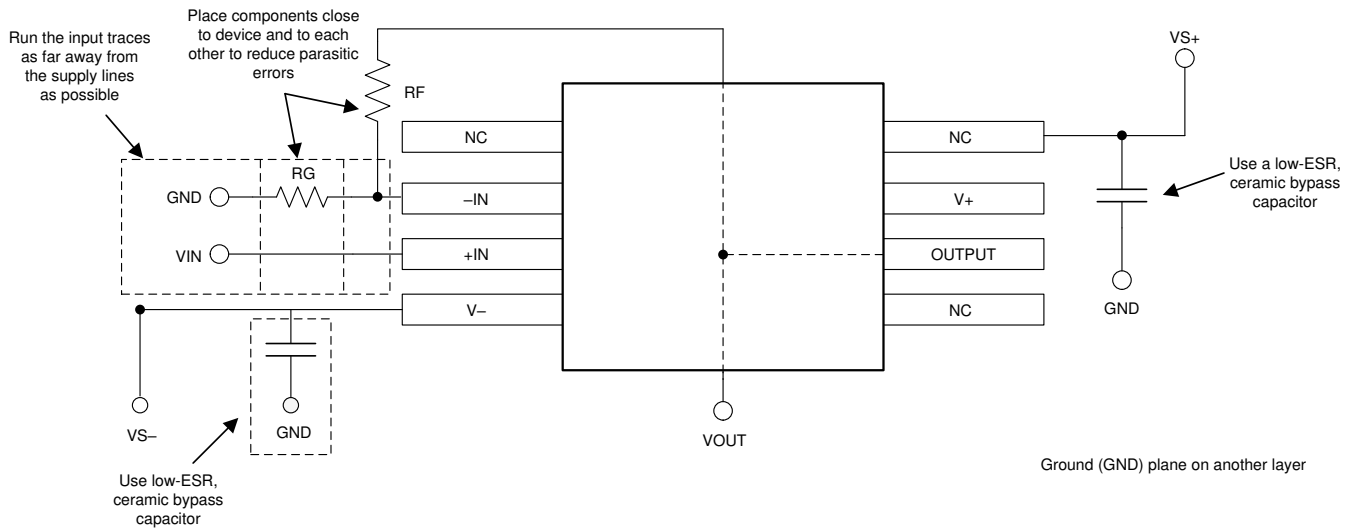

图 10-2. 同相配置的运算放大器电路板布局
- 外部元件应尽量靠近器件放置。如图 10-2 所示，保持 R_F 和 R_G 接近反相输入可以最大限度地减少寄生电容。